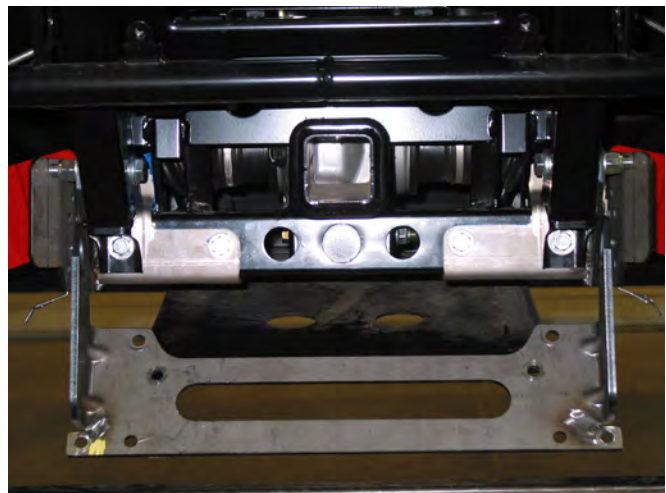

Figure 6
- Insérez la bride de kit de montage de lame (A3) dans le kit de montage et installez les chevilles. La bride étant installée, ajustez les kits de montage de lame. Les kits de montage de lame doivent être alignés avec les oreilles de la bride. Lorsque les fixations du kit de montage de lame sont serrées, la bride doit pouvoir glisser facilement dans les kits de montage de lame. Voir la figure 6.
- Éteignez le véhicule et serrez le frein à main. Soulevez le côté bride de kit de montage de lame du tube poussoir jusqu'au kit de montage de lame du véhicule. Insérez la bride de kit de montage de lame dans son récepteur. Voir la figure 6.